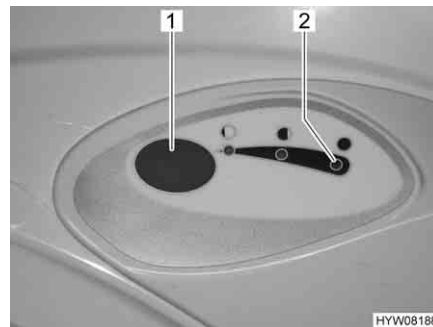

Bild 196 Spülknopf/Kontroll-Leuchte
- Zum Spülen den blauen Spülknopf (Bild 196,1) drücken.
Die Kontroll-Leuchte (Bild 196,2) leuchtet, wenn der Fäkalientank entleert werden muss.